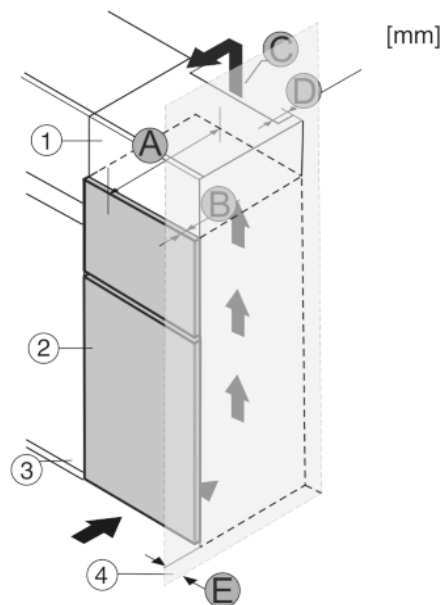

Fig. 18
Het apparaat kan in keukenkasten worden ingebouwd. Om het apparaat Fig. 18 (2) aan de hoogte van het keukenblok aan te passen, kan boven het apparaat een opzetkast Fig. 18 (1) worden aangebracht.
Het apparaat kan direct naast de keukenkast *Fig. 18 (3)* worden geplaatst. Om de deuren volledig te kunnen openen, moet het apparaat overeenkomstig de diepte *Fig. 18 (B)* t.o.v. het keukenkastfront uitsteken. Afhankelijk van de diepte van de keukenkast en het gebruik van de wandafstandhouders kan het apparaat verder uitsteken.
- Aan de achterzijde van de opzetkast moet een luchtafvoerkanaal met de diepte *Fig. 18 (D)* over de volledige breedte van de opzetkast aanwezig zijn.
- Onder het plafond moet de ventilatiedoorsnede *Fig. 18 (C)* worden aangehouden.
Wanneer het apparaat met de scharnieren naast een wand *Fig. 18 (4)* wordt geplaatst, moet de afstand *Fig. 18 (E)* tussen apparaat en wand worden aangehouden.